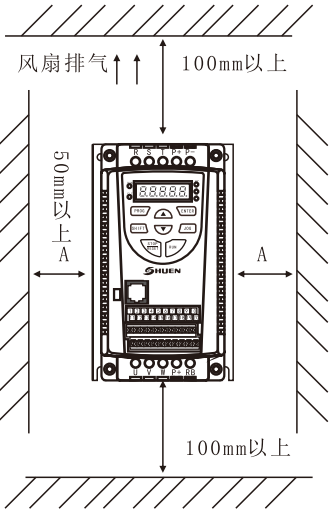

图3-1 安装的间隔距离
- 2) 安装空间遵照图3-1所示，保证变频器的散热空间。但布置时请考虑柜内其它器件的散热情况。